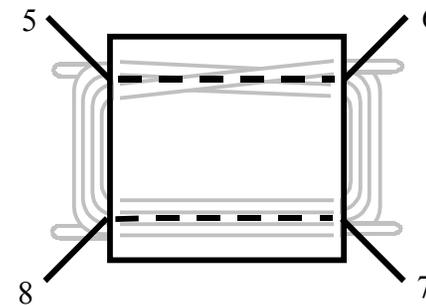

Figura 6-30
- Use dos trozos de cable desnudo de 5 cm (2") para formar los devanados 5-6 y 7-8 del T4 (Figura 6-30). (Una descripción más exacta sería la de *links* o lazos de unión y constan de una sola vuelta.) Primero guíe los cables desnudos a través del núcleo y luego dóblelos para insertarlos en sus agujeros numerados. No los suelde todavía.